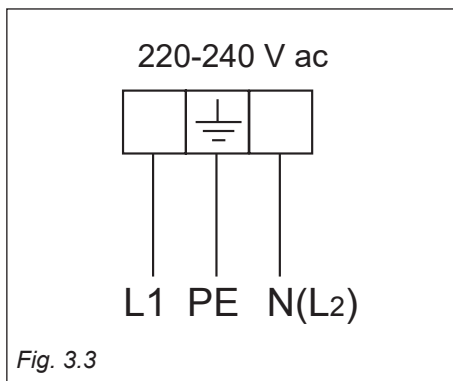

Fig. 3.3
- Il cavo deve essere connesso alla morsetteria secondo lo schema di fig. 3.3.